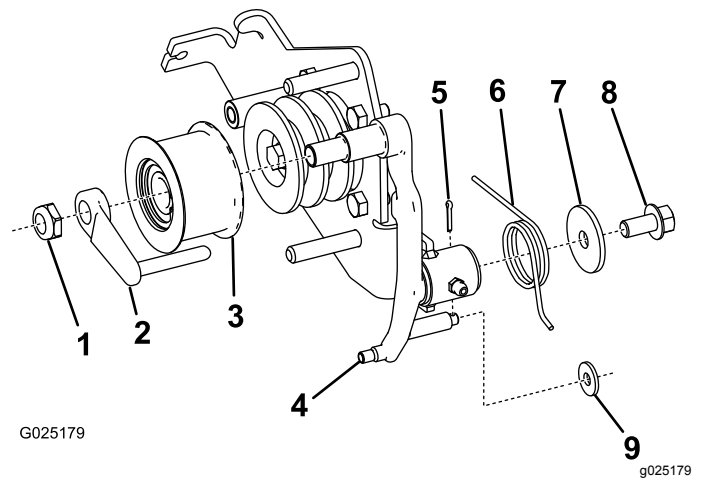

Bild 2
4. Befestigen Sie den neuen Kupplungshebel mithilfe der Drehmomentfeder, Scheibe und des Bolzens vom alten Kupplungshebel und der alten Halterung an der neuen Kupplungshalterung (Bild 2).